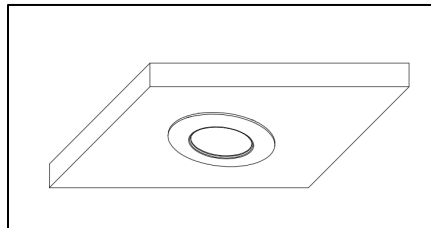

Figure 23
8. Remettez l'appareil sous tension. Si le module ne s'allume pas dans les 5 secondes, coupez l'alimentation, retirez soigneusement le module, vérifiez tout le câblage et remplacez-le. (Figure 23).